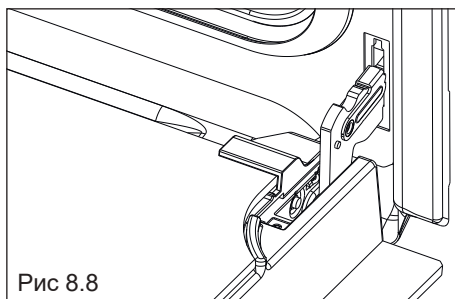
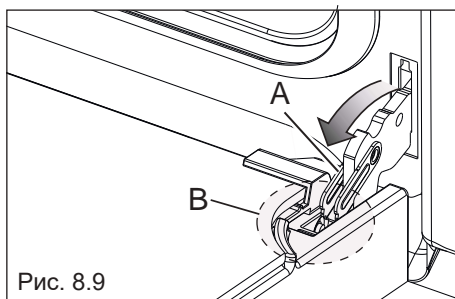

Рис. 8.8
Рис. 8.9
- Полностью откройте дверцу духового шкафа (рис. 8.8).
- Полностью откройте рычаг "А" на правом и левом шарнирах (рис. 8.9).
- Немного закройте дверцу (рис. 8.8), так чтобы рычаги "А" правого и левого шарниров зацепились за часть "В" дверцы (рис. 8.9).